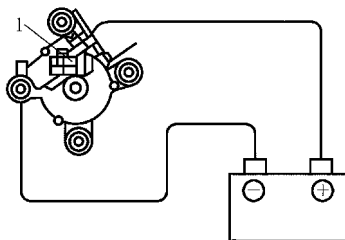

图 10-45 电动机在高速下运转
(2) 电动机在高速下运转 如图 10-45 所示, 将蓄电池正极与电动机端子 1 连接, 负极连接到电动机壳体上。检查电动机是否在高速下运转。如果运转情况不符合规定要求, 应更换电动机。